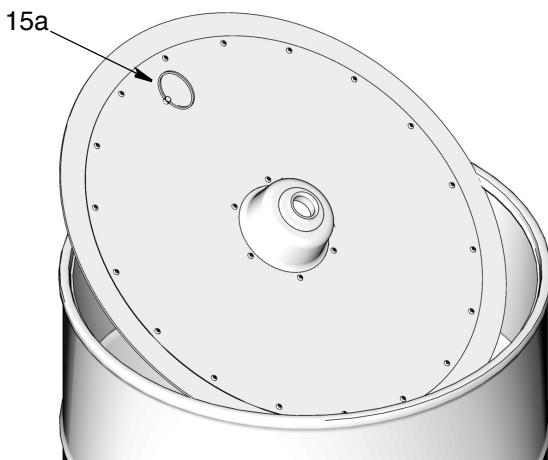

Рис. 24
4. Если это уже имеющаяся установка, вытолкните из бочки кольцо упорной пластины (15а), чтобы снять саму упорную пластину (15) (Рис. 24). Положите упорную пластину на чистую бумагу, картон или чистые куски ткани. НЕ КЛАДИТЕ ЕЕ ПРЯМО НА ПОЛ.